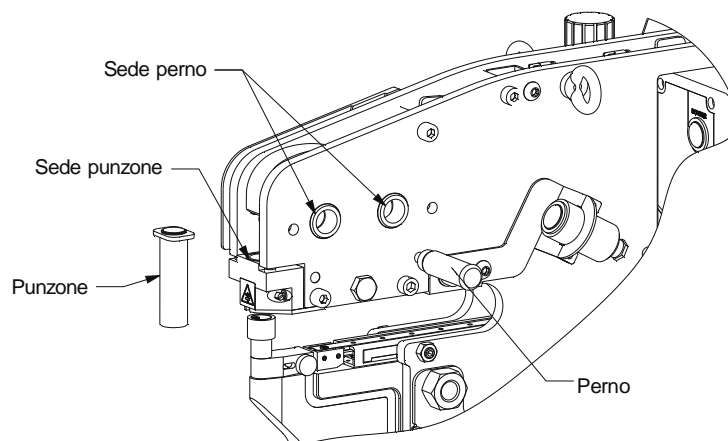

Figura 27
- Lubrificare periodicamente tutti i fulcri (figura 27).
- Verificare periodicamente che su tutti i fulcri (figura 27) non vi siano fenomeni di ruggine; nel qual caso il componente arrugginito va sostituito.